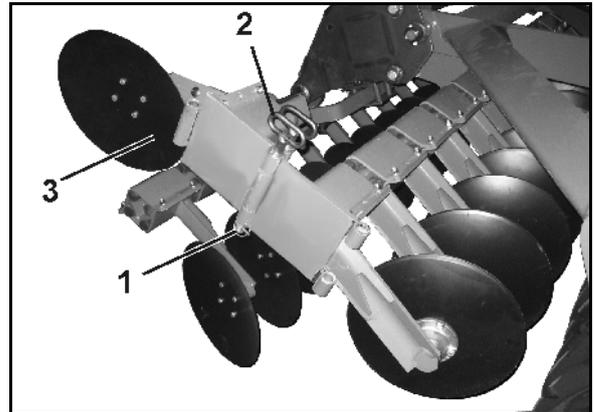

Fig. 58
- 2.1 Klapstecker (Fig. 58/1) lösen.
- 2.2 Absteckbolzen (Fig. 58/2) herausziehen.
- 2.3 Randscheibe (Fig. 58/3) einschwenken und in dieser Position mit dem Bolzen abstecken.